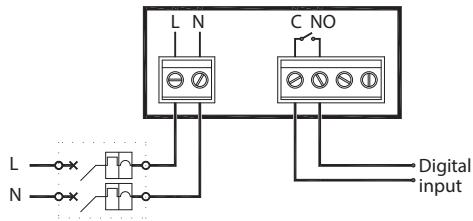

Fig. 1: collegamento ad ingresso digitale di un apparecchio elettronico alimentato separatamente
3. In base all'applicazione prevista, eseguire i collegamenti come da schemi (fig. 1 o 2) e secondo quanto indicato dal costruttore del dispositivo da comandare